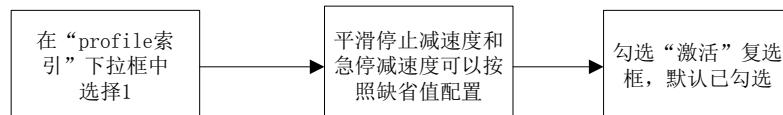

图 4-34 闭环模式下 profile 配置流程
- (6) 切换至“profile”页，如图 4-34 所示。